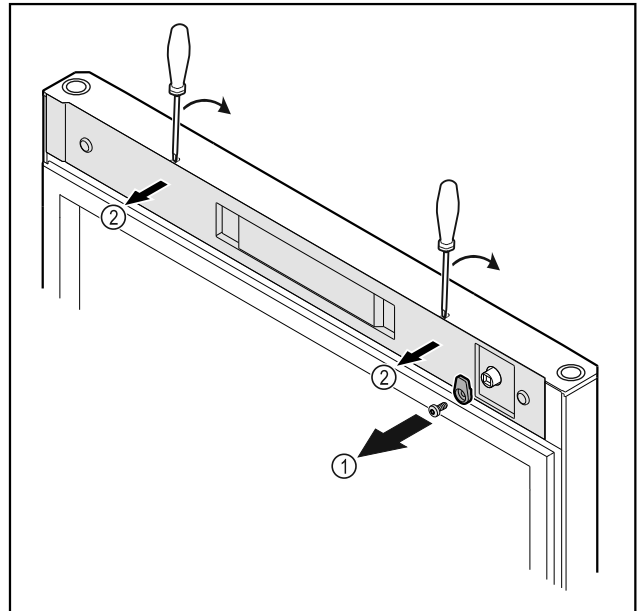

Fig. 10
- ▶ Sluithaak Fig. 10 (1) losschroeven.
- ▶ Afdekking Fig. 10 (2) met een kleine schroevendraaier losmaken en verwijderen.